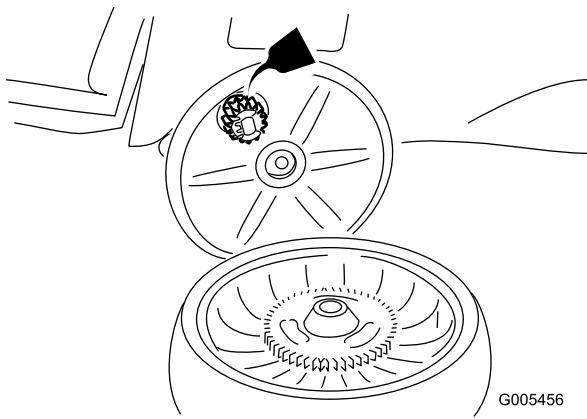

Bild 29
2. Tragen Sie Schmieröl auf die Innen- und Aussenseiten des Getriebes auf, wie in Bild 29 gezeigt.